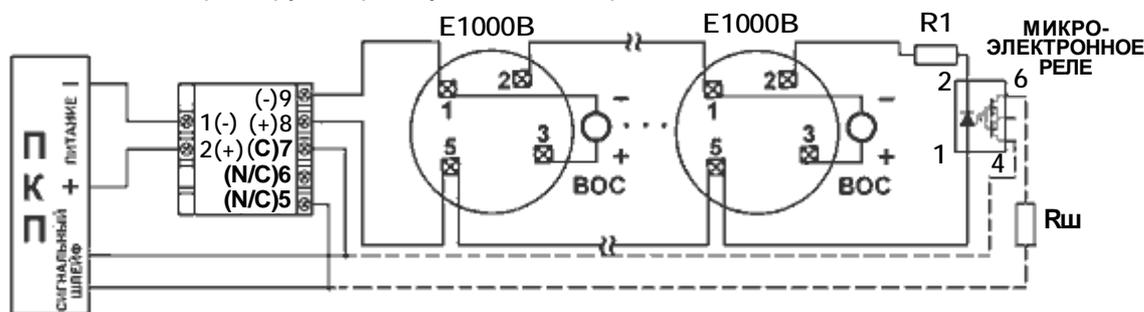

Рис. 1. Схема подключения УС к ПКП и к базам E1000B с извещателями серии ECO1000.
Устройства согласования M424RL, M412RL и M412NL предназначены для подключения пожарных извещателей серий 100/400 и ECO1000 производства System Sensor к ПКП с 4-х проводной схемой включения. УС обеспечивает питание подключенных пожарных извещателей и контроль их тока потребления. Переход одного или нескольких извещателей в режим «Пожар» сопровождается увеличением тока потребления, что вызывает переключение контактов реле УС и включение красного светодиода, расположенного на передней панели. Сброс режима «Пожар» УС M424RL, M412RL производится отключением от шлейфа активизированного пожарного извещателя, либо снятием напряжения питания с УС. Устройство M412NL в режиме «Пожар» примерно через пять секунд отключает питание извещателей на 1,5 сек. Данная функция обеспечивает автоматический выход из режима «Пожар» после устранения причины, вызвавшей активизацию извещателя. УС снабжены приспособлениями, позволяющими легко устанавливать их на различные поверхности. Максимально допустимый ток шлейфа УС в дежурном режиме - 6 мА - позволяет подключить до 20 извещателей серии ECO1000 или до 40 извещателей 1151E, 2151E и 5451E. (Извещатель 5451E имеет рабочее напряжение питания от 15 до 35 В и может подключаться только к УС типа M424RL). Для обеспечения контроля исправности двухпроводного шлейфа в качестве его оконечного элемента рекомендуется использовать микроэлектронное реле, например, типа PVT312 (International Rectifier) или 5П14Б с токоограничивающим резистором R_1 6,8 кОм $\pm 5\%$ для M412RL и M412NL и 15 кОм $\pm 5\%$ для M424RL (рис. 1, 2). При обрыве шлейфа и при отсутствии питания микроэлектронное реле отключает оконечный элемент Rш сигнального шлейфа и на ПКП поступает сигнал «Неисправность». Изделие собрано на печатной плате, установленной в пластмассовый корпус, с двух сторон которого расположены винтовые контакты с универсальными шлицами для подключения проводников. Металлическая монтажная пластина с крепежными отверстиями закрывается декоративной крышкой.
1. Подключите УС к базам извещателей (рис. 1, 2).